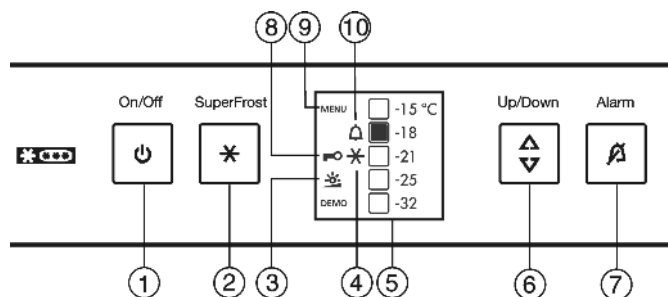

Fig. 3
- Symbol SuperForst Fig. 3 (4) bliká společně s ukazatelem teploty.